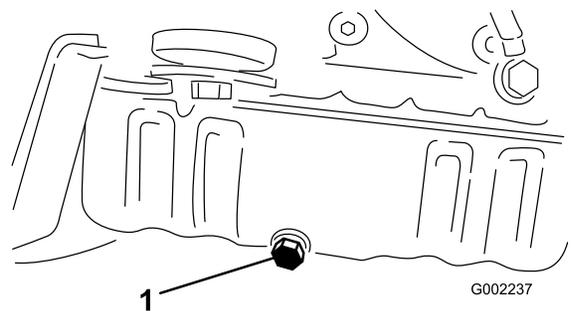

Figura 42
- Retire el tapón de vaciado (Figura 42).